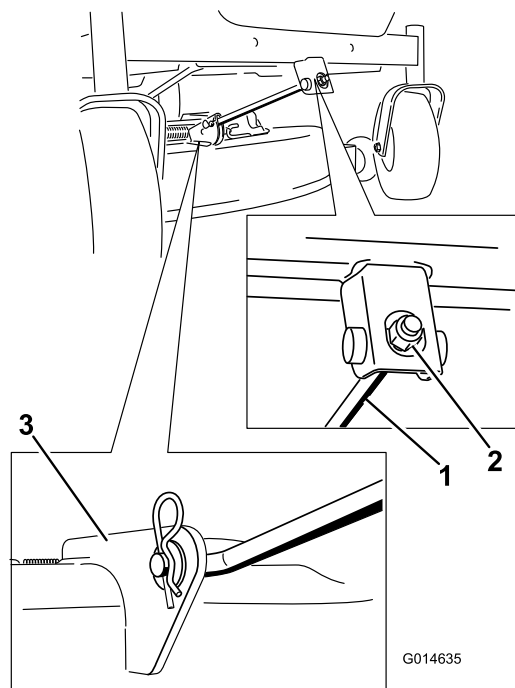

Figura 56
4. Retire el pasador de horquilla de la varilla de soporte delantera y retire la varilla del soporte de la carcasa (**Figura 56**).
- Conecte la varilla de soporte delantera a la carcasa de corte con el pasador y la chaveta (Figura 56).